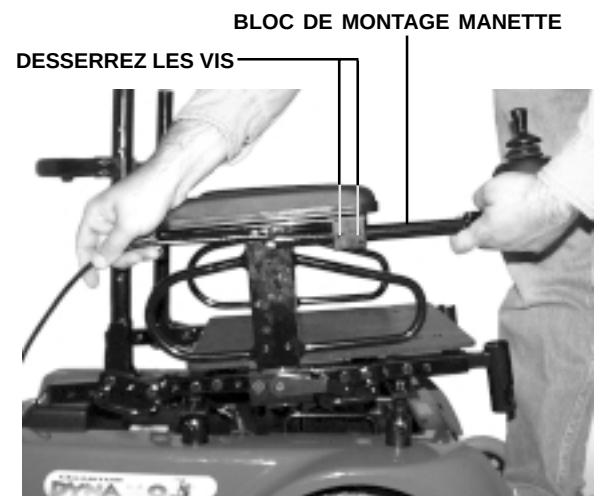

Figure 12. Réglage longueur de la manette
1. Utilisez une clé hexagonale de 1/8" pour desserrer le boulon. Voir la figure 12.